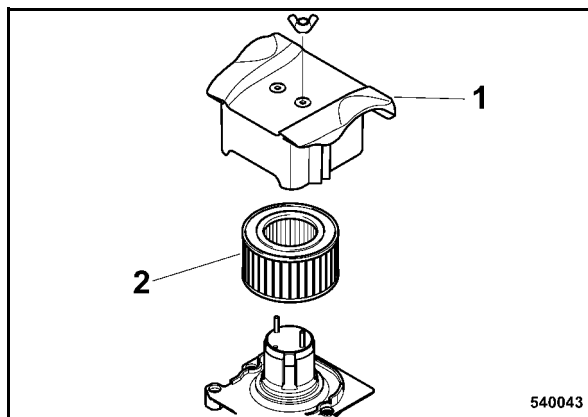

рис. 54
- Снять крышку (1) (рис. 54), осторожно вынуть фильтрующий элемент (2).